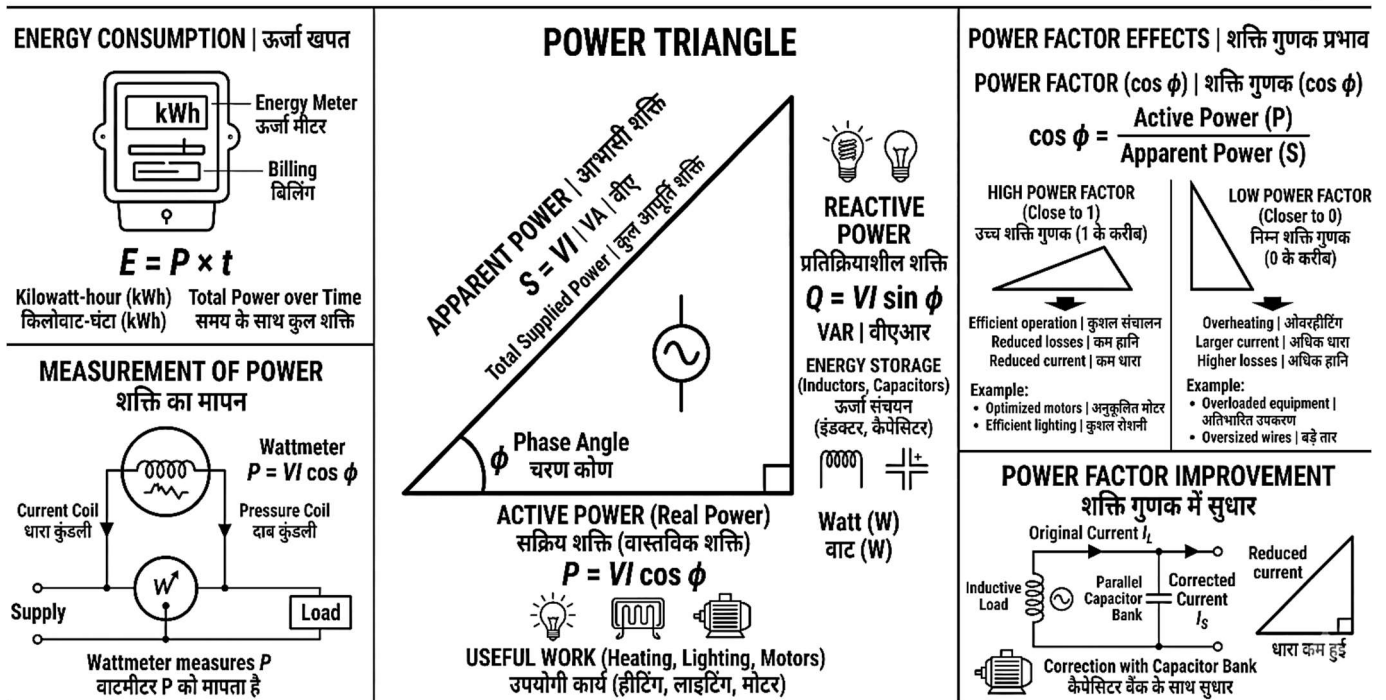

Fig. 5.5: Power, Energy, and Power Factor in Single-Phase AC | एकल-चरण AC में शक्ति, ऊर्जा एवं पावर फैक्टर
5.5.1 Introduction (Fig. 5.5)
5.5.1 परिचय (Fig. 5.5)